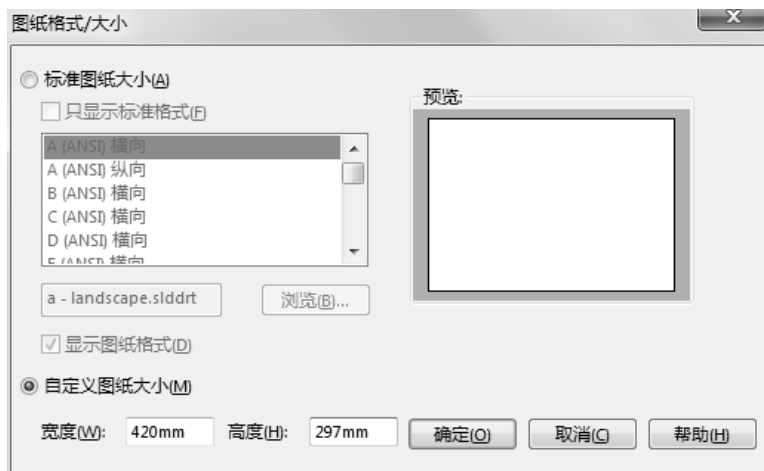

图 8-5 图纸格式/大小控制板
(4) 新建工程图文件时,在图纸格式/大小控制板中,选择【自定义图纸大小】单选按钮,设定图纸宽度为“420mm”和高度为“297mm”,如图 8-5 所示。